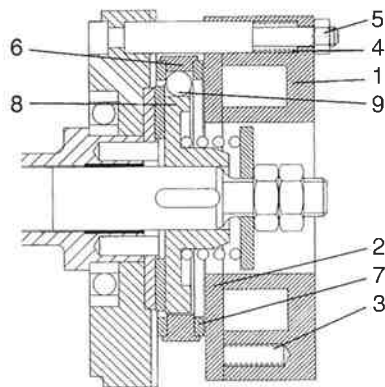

Bild 26.2: Aufbau der Bremse Bauform 2-9.1
**für die Bauformen 2-9.1** (siehe Bild 26.2)